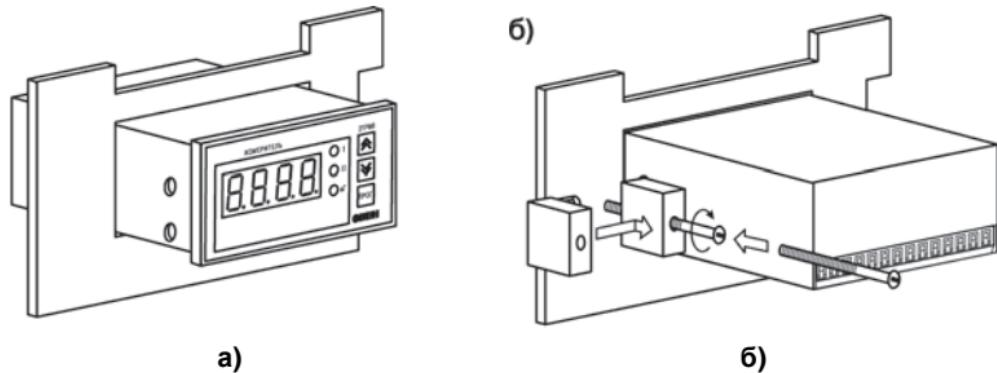

Рисунок 5.2
3) Вставить прибор в специально подготовленное отверстие на лицевой панели щита (см. Приложение А и рисунок 5.2, а).
4) Вставить фиксаторы из комплекта поставки в отверстия на боковых стенках прибора (рисунок 5.2, б).